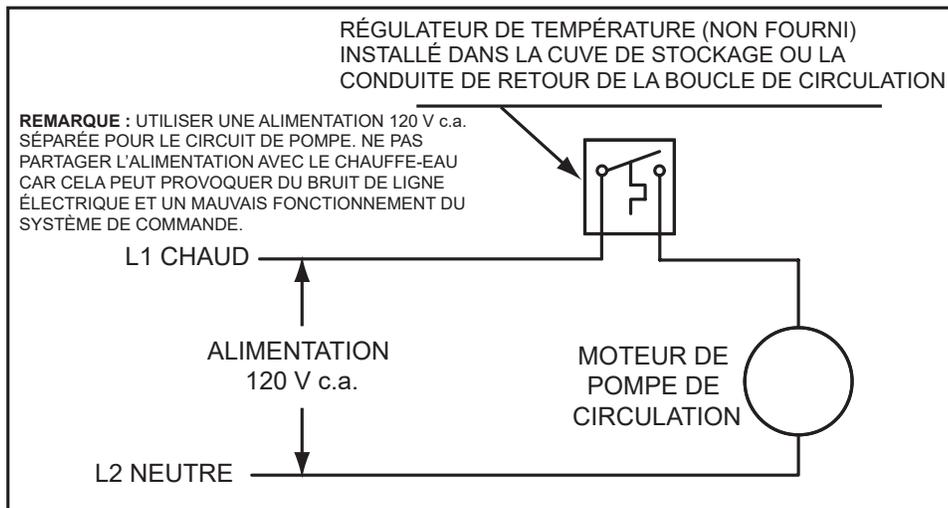
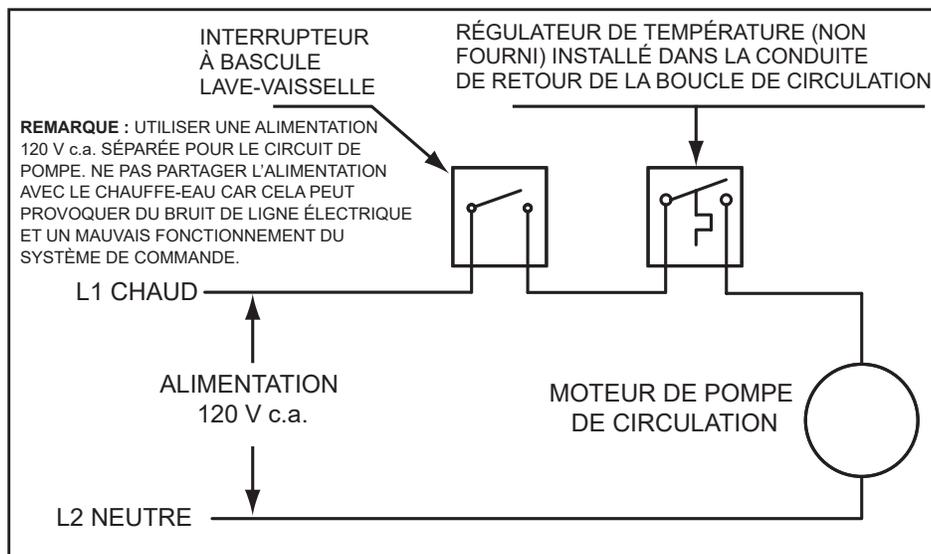

Figure 68. Schéma de câblage de la pompe de circulation – Recirculation de cuve de stockage ou de bâtiment
Figure 69. Schéma de câblage de la pompe de circulation - Interrupteur à bascule de la boucle de lave-vaisselle
6. Si une pompe est installée entre un chauffe-eau et une cuve de stockage ou sur un circuit de recirculation du bâtiment comme à la *Figure 68* (page 69).
7. Si une pompe est installée dans un circuit recirculation entre le chauffe-eau et un conducteur de lave-vaisselle commercial comme à la *Figure 68* ou la *Figure 69* (page 69).
6. Si une pompe est installée entre un chauffe-eau et une cuve de stockage ou sur un circuit de recirculation du bâtiment comme à la **Figure 68** (page 69).
7. Si une pompe est installée dans un circuit recirculation entre le chauffe-eau et un conducteur de lave-vaisselle commercial comme à la **Figure 68** ou la **Figure 69** (page 69).